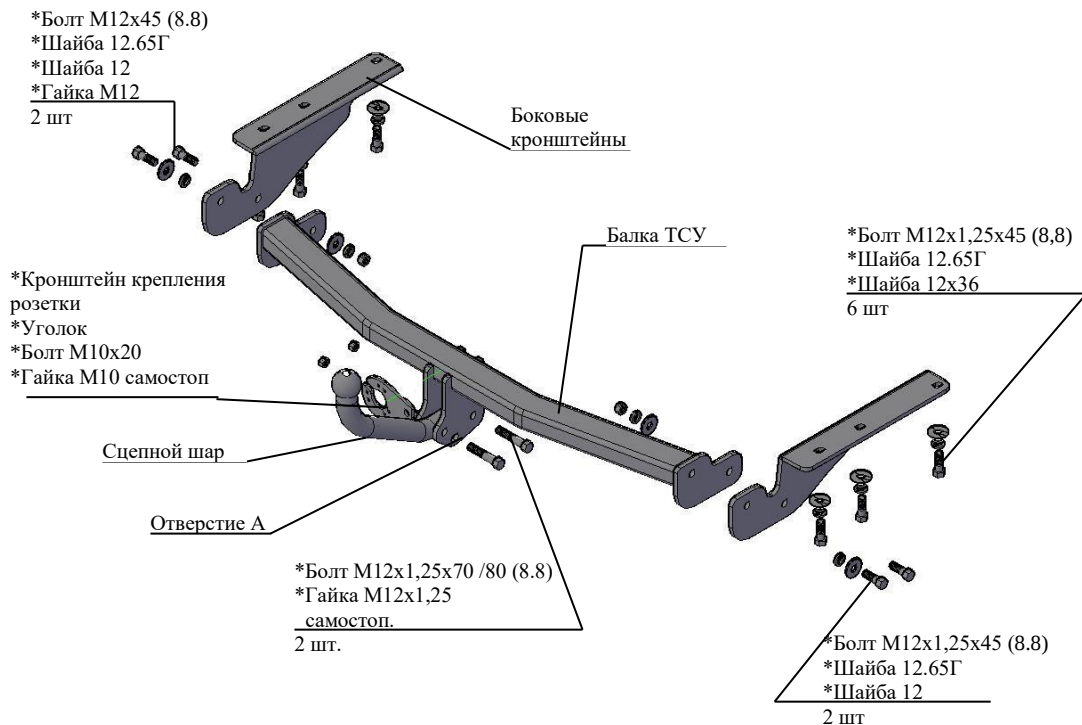

Рис.1 Тягово-сцепное устройство 7830.
2.1 ТСУ 7830 в сборе (рис.1)	1 шт.
2.2 Пакет с комплектующими (см. рис.1)	1 шт.
4.6 Закрепить сцепной шар и кронштейн крепления розетки (предварительно собрав кронштейн как показано на рис.1) к кронштейнам шара болтами М12х1,25х70/80 и гайками М12х1,25 самостоп.